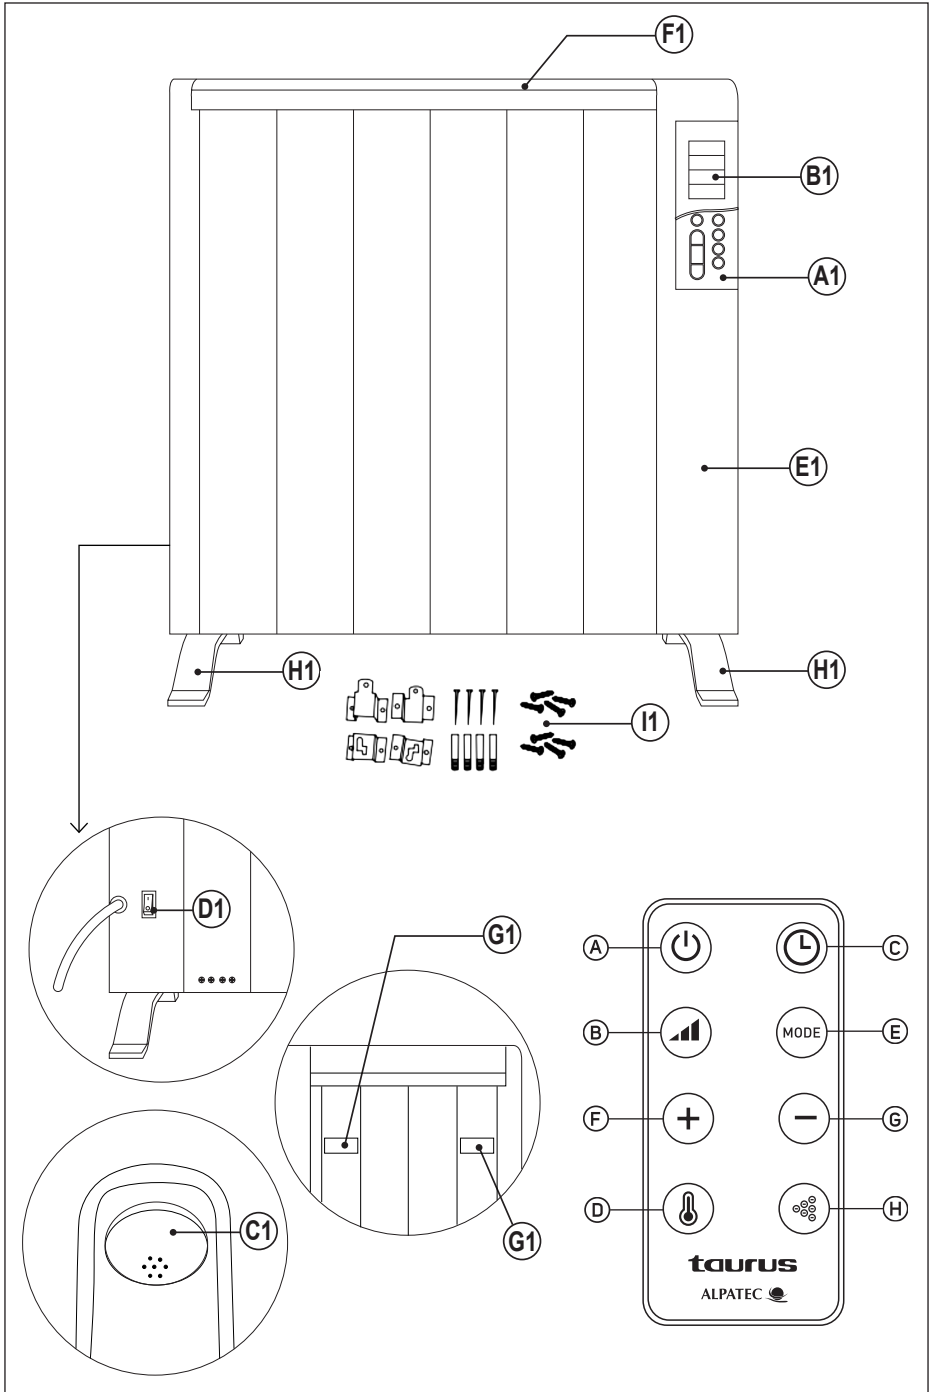

Fig.1
- Teniendo en cuenta las distancias de separación del aparato señaladas anteriormente, posicionar el soporte mural en la posición deseada y marcar en la pared los puntos a taladrar. (Fig.1, 2,3).